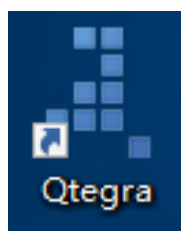

图6-2
如图6-2所示为ICP-OES常用软件——Qtegra。该软件可进行仪器控制、调谐和状态查看软件方法编辑、数据采集和数据处理。
- c) 循环冷却水: **仪器至少吹扫两小时后方可打开冷却水**, 如图6-2(c)打开循环水冷却器开关, 冷却水温度为24 °C;